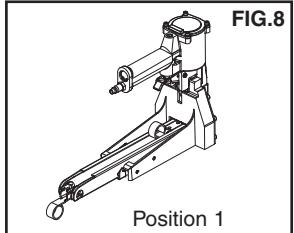

FIG.8
2. Tirer sur le poussoir jusqu' ce qu'il soit rentré sous l'arri re du magasin la position 1. (FIG.8)